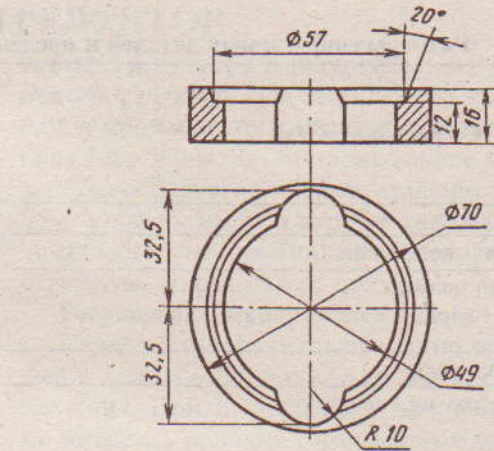

Рис. 6.4. Оправка для выпрессовки корпуса и грязезащитного кольца
- ✓ используя оправку (рис. 6.4), выпрессовать корпус подшипника с подшипника и грязезащитное кольцо с шейки полуоси (рис. 6.3);